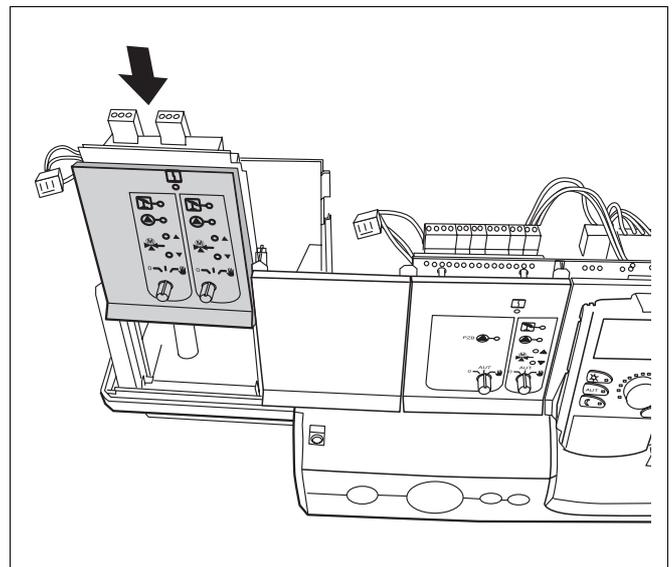

Abb. 5 Funktionsmodul, Einbau
- Funktionsmodul in den Slot (Abb. 5) bis zum Einrasten einstecken.
- Neues Modul in den selben Steckplatz einstecken (Abb. 5, Seite 6).